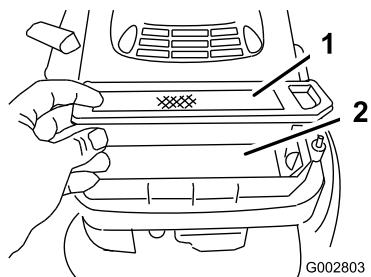

Figura 27
- Retire e inspeccione el filtro de aire de papel (Figura 27), y deséchelo si está excesivamente sucio.
- Retire el pre-limiador de gomaespuma y lávelo con un detergente suave y agua, luego séquelo apretando suavemente con un paño (Figura 27).